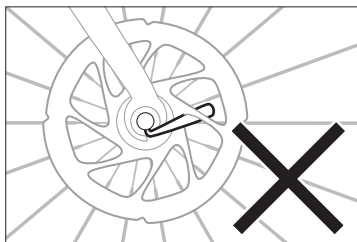

Figure 1.7 : un blocage rapide mal positionné peut gêner le système de freinage.
- Si votre roue est équipée d'un blocage rapide, vérifiez que le levier est bien fermé et positionné : il ne doit toucher ni la fourche ni un accessoire (porte-bagages, garde-boue, sacoches, etc.), ni gêner les rayons ou le frein à disque lorsque la roue tourne (figure 1.7).